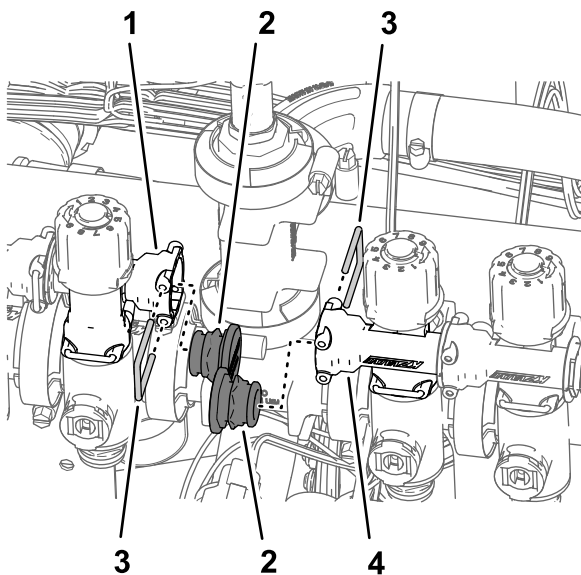

Figura 98
- Rimuovete i fermi che fissano i tappi nelle prese del raccordo a disinnesto rapido nella valvola dell'ugello 5 e nella valvola dell'ugello 6 e rimuovete i tappi (Figura 98).